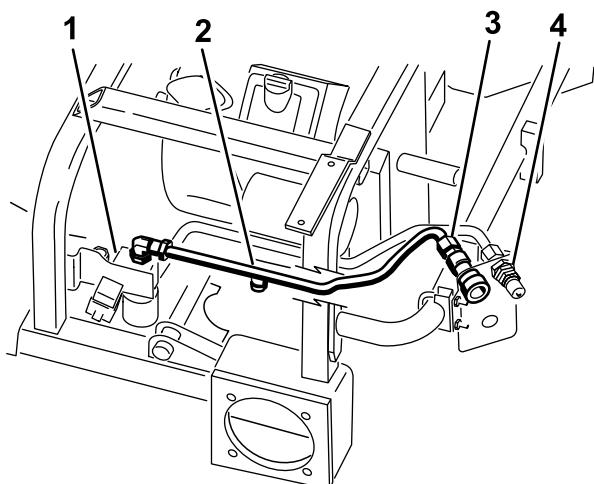

Figure 15
4. Placez la conduite hydraulique n° 2 dans la machine comme montré à la Figure 15.
5. Placez la conduite hydraulique n° 2 sur le raccord coudé à 90° et en haut de la nouvelle vanne (Figure 15).
6. Placez la conduite hydraulique n° 2 sur le raccord femelle supérieur (Figure 15).